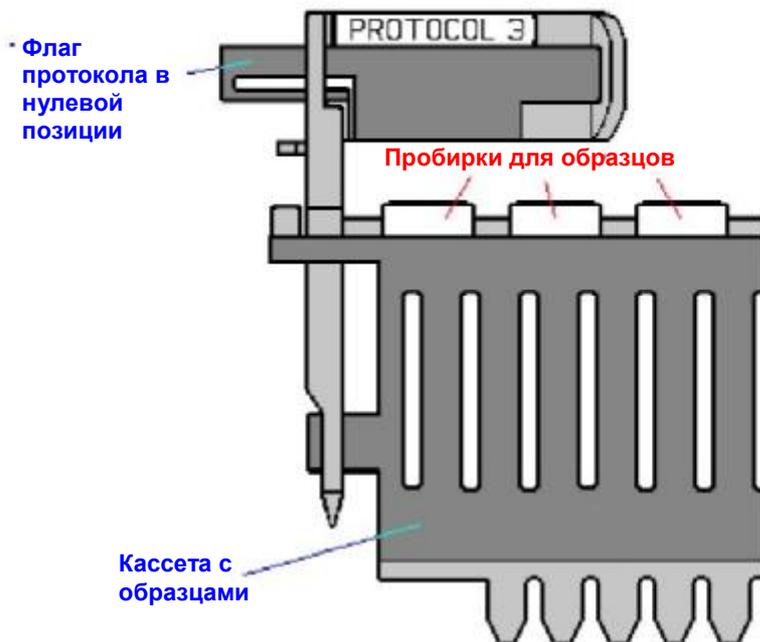

Рисунок 2-11. Кассета с флагом протокола в нулевой позиции.
2. Верните флаг протокола SNC в нулевую позицию. Чтобы сбросить флаг, убедитесь, что он направлен влево, когда штепсель находится на левом конце кассеты (Рисунок 2-11, страница 32).
7. Свяжите (с кассетой) соответствующий флаг протокола в нулевой позиции (Рисунок 2-11, страница 32).
2. Сбросьте флаг протокола, полностью переместив пластиковый рычаг влево. Флаг полностью направлен влево, когда находится на левом конце кассеты (Рисунок 2-11).